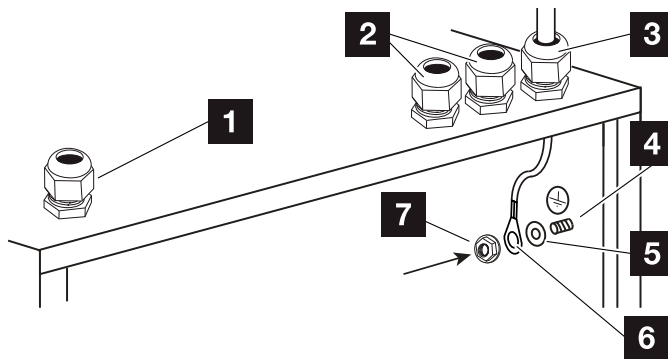

Abb. 23: Schutzleiteranschluss
1. Verlegen Sie den Schutzleiter fachmännisch von der Potentialausgleichsschiene durch die M16 Kabelverschraubung in das Gehäuse und ziehen diese fest (3 Nm). **Abb. 23, Pos. 3**
2. Montieren Sie einen Kabelringschuh M6 auf den Schutzleiter und schrauben diesen an der Innenseite des Gehäuses am Schutzleiteranschluss fest (2,5 Nm). **Abb. 23, Pos. 4**